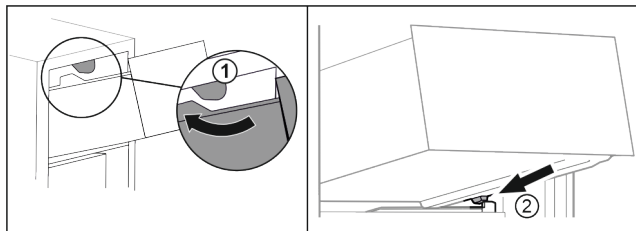

Fig. 89
- ▶ Обведите выдвижной ящик вокруг верхнего стопора. Fig. 89 (1)
- ▶ Наклоняя вниз, установите выдвижной ящик за нижние стопоры на контейнерное ребро. Fig. 89 (2)